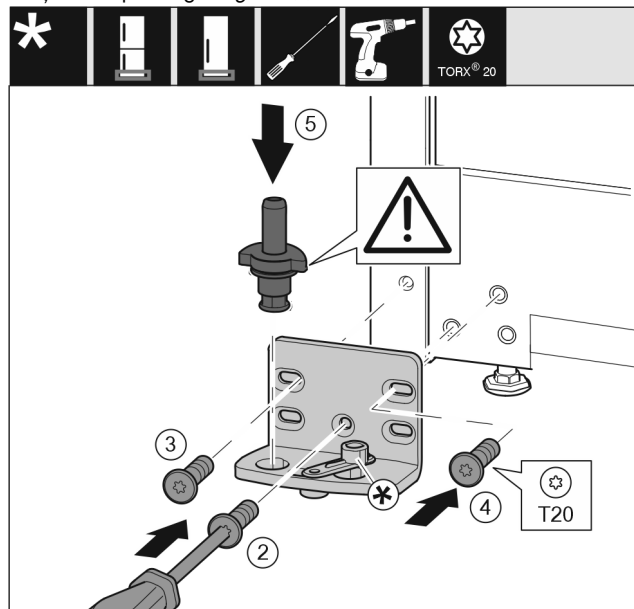

Fig. 48 *
- ▶ Pielieciet gultņa balstu otrā pusē un pieskrūvējiet, izmantojot skrūvgriezi. Sāciet apakšā pa vidu ar skrūvi Fig. 48 (2)*.
- ▶ Pieskrūvējiet skrūvi Fig. 48 (3) un skrūvi Fig. 48 (4)*.
- ▶ Pilnīgi ievietojiet gultņa tapu Fig. 48 (5). Uzmaniet, lai fiksācijas izcilnis būtu vērsts virzienā uz aizmuguri.*